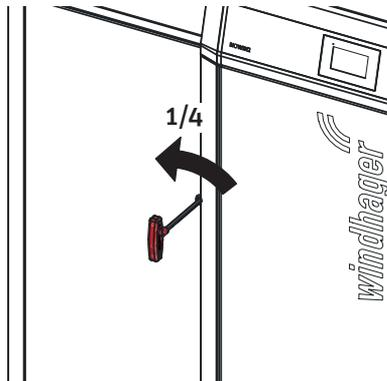

Fig. 62 Verkleidungstür mittels Innensechskantschlüssel öffnen
- ▶ Verkleidungstüre mittels Steckschlüssel öffnen – Fig. 62.